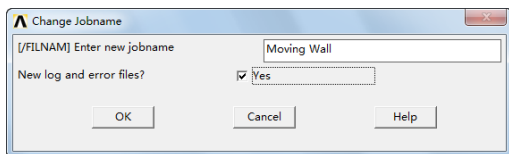

图 9-49 “Change Jobname”对话框
① 定义工作文件名：依次选择 Utility Menu→File→Change Jobname，会出现“Change Jobname”对话框，在对话框中输入工作文件名“Moving Wall”，并将“NEW log and error files?” 设置为“Yes”，如图 9-49 所示，单击“OK”按钮关闭对话框。